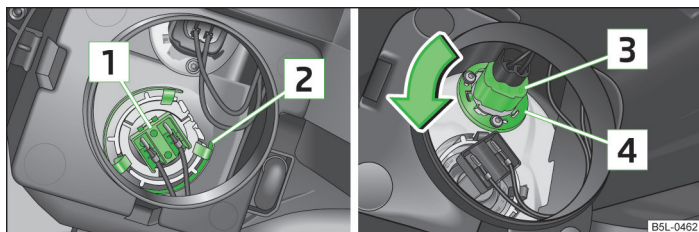

Fig. 183 Smontaggio: Lampadina per fendinebbia / lampadina per luci diurne
- Estrarre la spina **[1]** » fig. 183.
- Estrarre la spina **[3]** » fig. 183.